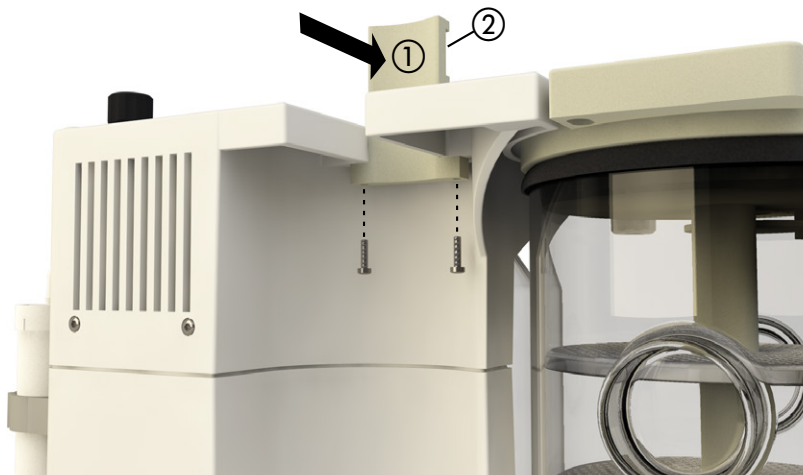

Abb. 5.5: Befestigen der Trägerplatte
- Die Trägerplatte ① des Kühlers, falls noch nicht geschehen, von der Seite ins Gehäuse schieben und mit Schrauben von unten befestigen. Nut ② muss von der Öffnung im Gehäuse weg zeigen (siehe Abb. 5.5).